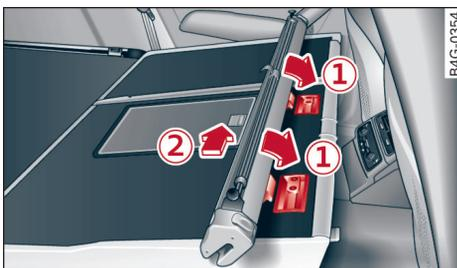

图 98 已翻折的靠背：安装隔离网
- ▶ 将隔离网放在支撑轨的凹槽中 ① ⇒ 图 98，并将其向左推直到止动位置 ②。
- ▶ 向右移动隔离网并将其抬起支撑轨 ⇒ 图 98。 ▶